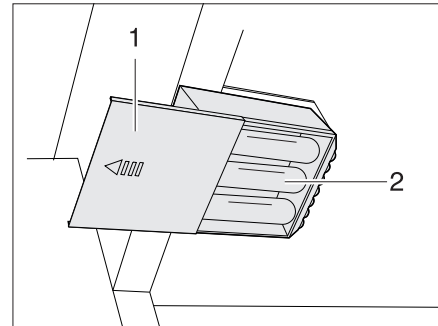

Fig. 299 Lámpara del armario ropero con LED, compartimiento de la batería abierto
- Sacar las baterías (Fig. 299,2) del portador de la batería.
- Insertar nuevas baterías (Fig. 299,2) del mismo tipo con la polarización correcta (+/-).
- Deslizar de nuevo la tapa (Fig. 299,1).